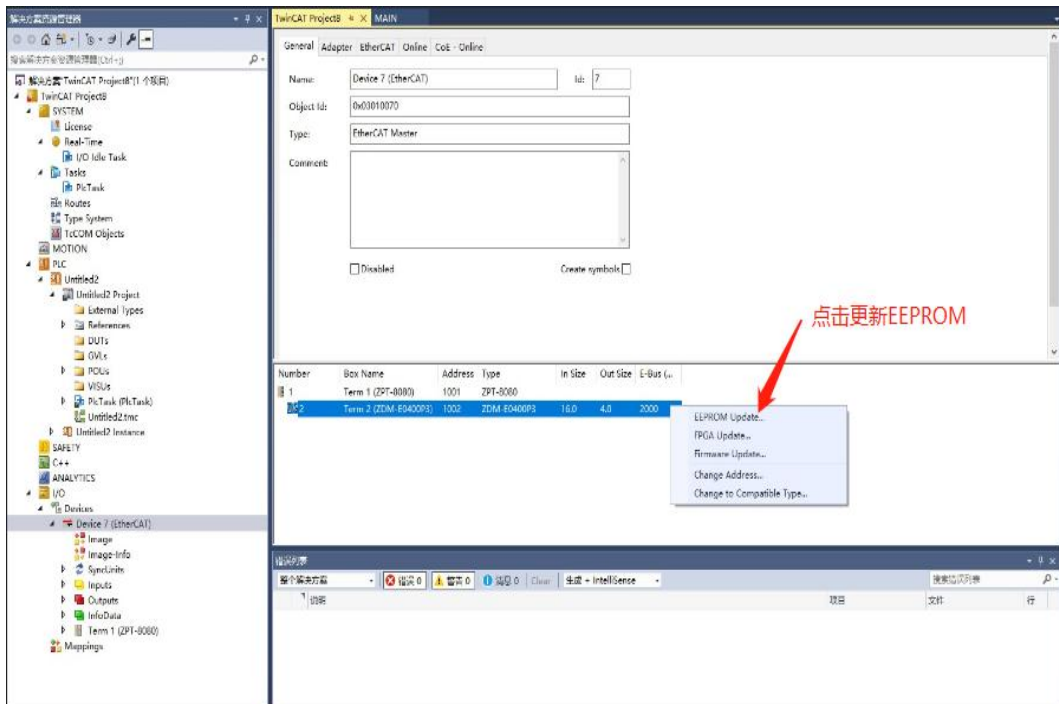

图 6.2 选择设备更新 EEPROM
(2) 打开 TwinCAT, 点击扫描设备, 扫描完成后选择扫描出来的 Device 设备, 在 General 栏选择需要烧录 EEPROM 的从站设备, 鼠标右击, 点击 EEPROM Update..., 如图 6.2 所示。